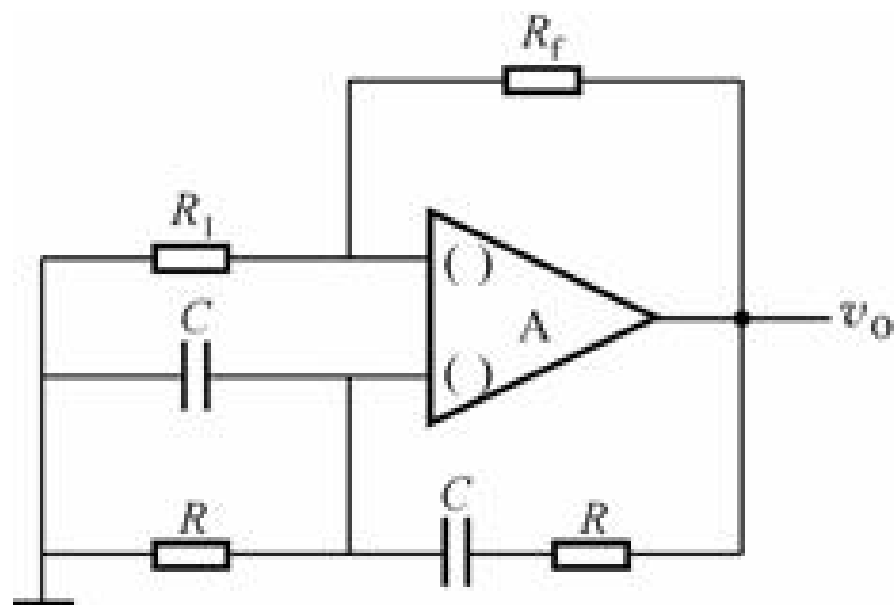

图 1-3
- (9) 电路如图 1-3 所示。为使电路产生稳定的正弦振荡，标明集成运放中的同相和反相输入端符号“+”、“-”；并说明  $R_f$  和  $R_1$  必须满足什么关系？\_\_\_\_\_